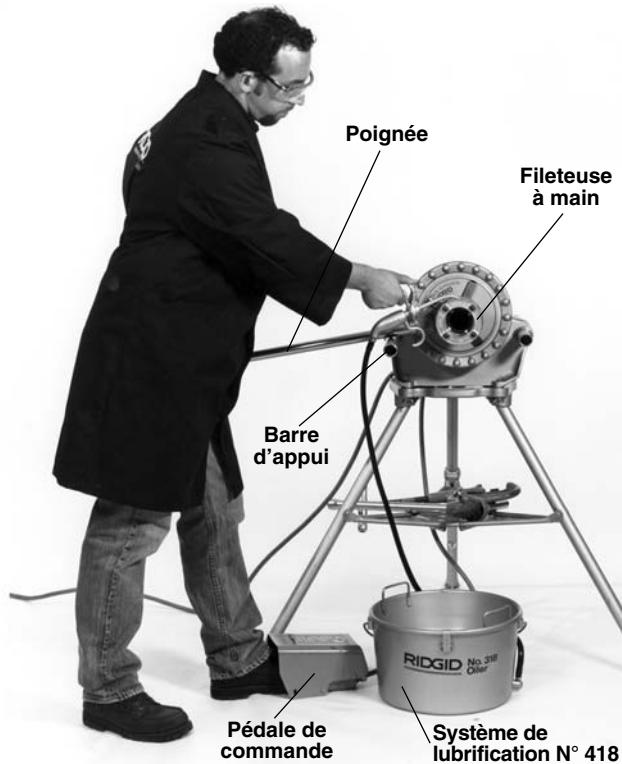

Figure 8 – Filetage à l'aide d'une fileteuse à main
8. Positionnez la pédale de commande de manière à pour contrôler l'appareil, ses outils et le tuyau en toute sécurité. Comme indiqué à la (*Figure 8*), la pédale doit permettre à son utilisateur de:
3. Tenez-vous en position de travail appropriée (Figure 8). Cela vous permettra de maintenir votre équilibre et de contrôler l'appareil et les outils en toute sécurité.
9. Retirez votre main droite de la tête de filière et lubrifiez copieusement le tuyau d'huile pendant l'opération de filetage (*Figure 8*).